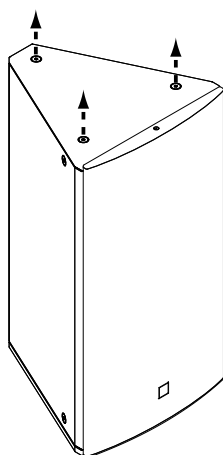

Abb. 1
2. Die drei M10-Senkschrauben auf der Oberseite mittels 6 mm-Innensechskant-Schlüssel oder Schraubendreher herausdrehen. Die Schrauben werden für die Montage des TB-R benötigt (Abb. 1).